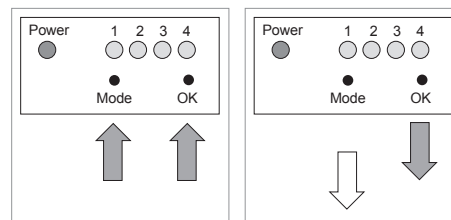

Fig. 10 De thermostaten aanmelden
- Laat eerst de "Mode" knop en daarna de "OK" knop los, de ontvangerunit staat nu in de installatiestand (zie fig 10).